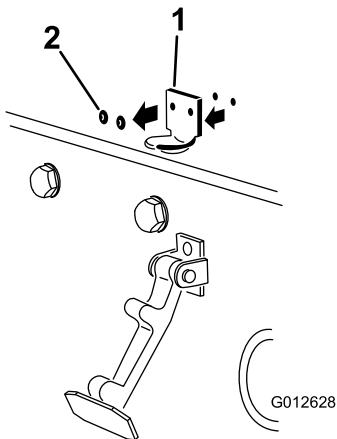

Figure 7
- Retirez les 2 rivets qui fixent le support du loquet au capot (Figure 7).